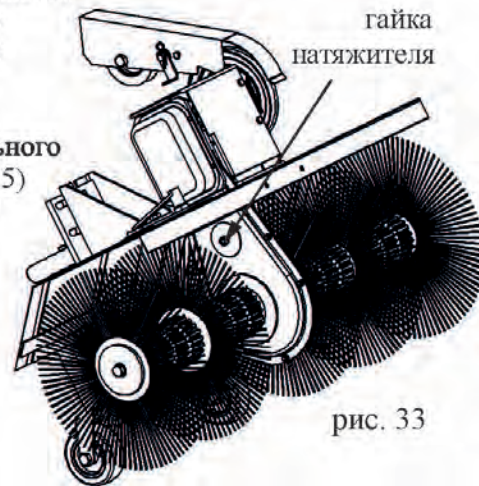

рис. 33
6. Работающие части изделия подвергаются интенсивному воздействию пыли и влаги. Эти обстоятельства диктуют необходимость своевременного технического обслуживания щетки. Перед каждым началом работы щетки необходимо проверить регулировку клиноременной передачи, состояние сцепного устройства, карданного шарнира, крепежных соединений. После первых 30 часов работы щетки или при появлении не характерного шума произвести натяжение цепи редуктора (рис. 33,34):
- 1 - ослабить (0,5-1 оборот) гайку натяжителя (1);